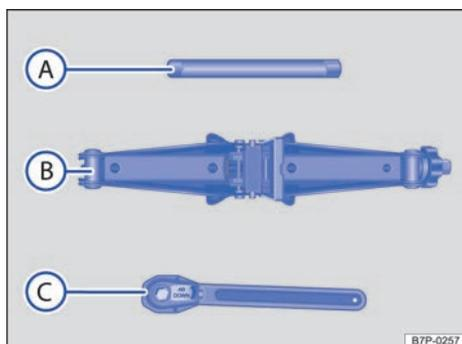

Fig. 268 Componentes del gato de tijera.
6. Afloje los tornillos de la rueda que se vaya a cambiar. Monte la pieza de prolongación → fig. 268  en el gato de tijera . Monte la manivela  en la pieza de prolongación .